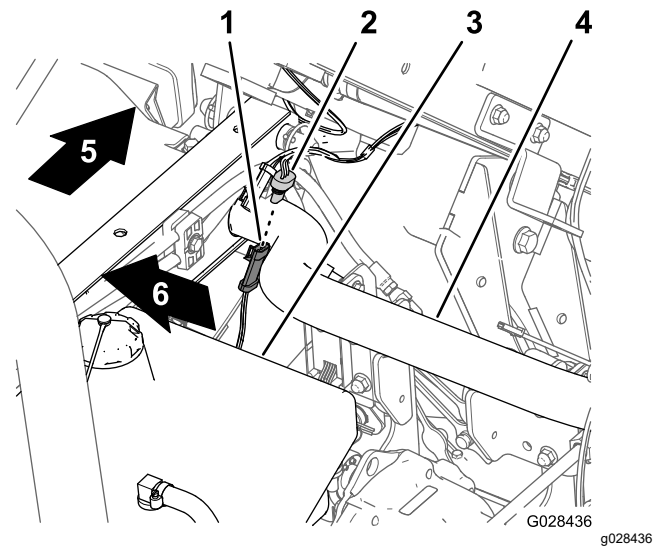

Figure 17
- Sur le faisceau de câblage du pulvérisateur, localisez le connecteur à 3 douilles du circuit du capteur de vitesse (Figure 17).
2. Branchez le connecteur à 3 broches du faisceau du capteur de vitesse sur la machine au connecteur à 3 douilles du faisceau du capteur de vitesse sur le pulvérisateur (Figure 17).